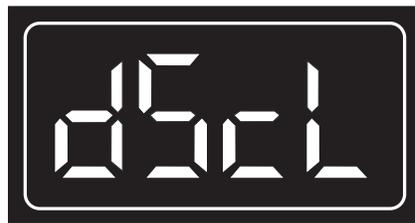

Figura 5 - Pantalla del UIM
- E. Presione el botón **UP** o **DOWN** para llegar a "dScI" (consulte la Figura 5).